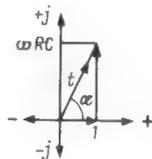

Bild 7. Grafische Darstellung des Teilverhältnisses eines Phasenschiebers nach Bild 6
durch j gekennzeichnet = ωRC) und zweitens frequenzabhängig ist ($\omega = 2\pi f$). Die grafische Darstellung von t ist anschaulicher. Wir tragen den Realteil in waagerechter, den Imaginärteil in senkrechter Richtung auf und erhalten in Bild 7 für bestimmte Werte R (Ω), ω (Hz) und C (F) das Teilverhältnis t als Summe von Real- und Imaginärteil. Der Realteil bleibt konstant 1. Der Imaginärteil hingegen ändert sich, wenn R , C oder ω verändert werden. Je größer wir eine dieser Komponenten machen, desto größer wird t , desto größer wird, wie man Bild 7 entnehmen kann, aber auch der Winkel α .
Wenn wir nun den Spannungsteiler nach Bild 6 so dimensionieren, daß er die Phase nicht um 90° , sondern nur um z. B. 70° dreht, dann würde U_2 nicht null, weil t nicht unendlich wird, wie man Bild 7 entnehmen kann. Allerdings muß man dann mindestens drei solcher Phasenschieber hintereinanderschalten, um die Phasenumkehr von 180° zu erhalten. Wählt man die Phasendrehung je Glied noch kleiner (macht man also t noch kleiner), so wird auch U_2 größer und damit die erforderliche Verstärkung v kleiner, das setzt dann aber vier oder mehr Glieder hintereinander voraus. Wir beschränken uns auf die dreigliedrige Kette, wie sie in Bild 9 dargestellt ist.
bzw. R_2, C_2 die Phase in unterschiedlichem Maße. In R_3, C_3 haben wir genau die Verhältnisse, wie sie in Bild 6 dargestellt wurden, und wir finden auch die Lösung für t grafisch wie in Bild 7. Für R_2, C_2 sieht es schon anders aus: Der Widerstand X aus Bild 6 setzt sich hier nämlich aus C_2 und der ihm parallelgeschalteten Reihenschaltung R_3, C_3 zusammen. Um das Verhältnis U_1/U_2 dieser Anordnung mit elementaren Mitteln zu berechnen, würde man die Reihenschaltung R_3, C_3 in eine Parallelschaltung umrechnen, und man würde die daraus erhaltene Parallelkapazität zu C_2 addieren.